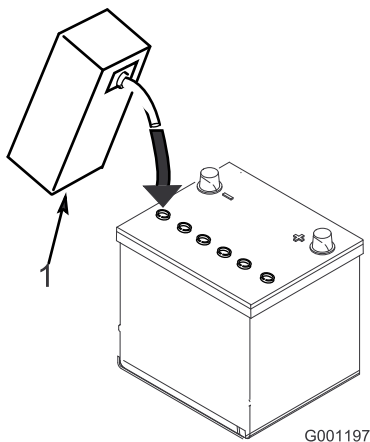

Figure 10
- Versez de l'électrolyte avec précaution dans chaque élément jusqu'à ce que les plaques soient recouvertes d'environ 6 mm de liquide (Figure 10).
Remarque: Faites l'appoint au besoin pour faire monter le niveau de liquide à environ 6 mm en dessous du creux de remplissage (Figure 10).